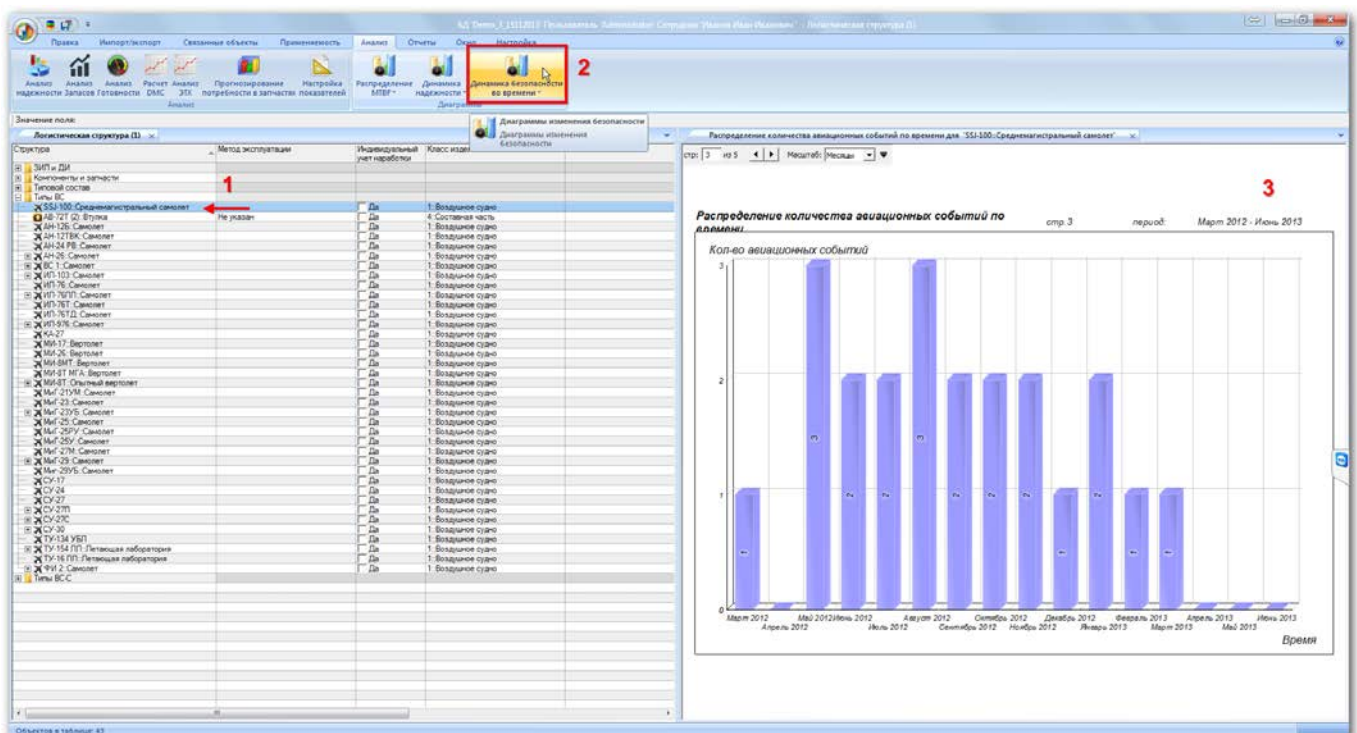

Рис. 13-444 – Построение диаграммы по безопасности
4) В отдельном рабочем окне отображается диаграмма по безопасности (3 на рис. 13-444). Краткое описание инструментов панели «Файл» для диаграмм приведено в пункте 5.4.7 «Панель «Диаграммы»», стр. 62.